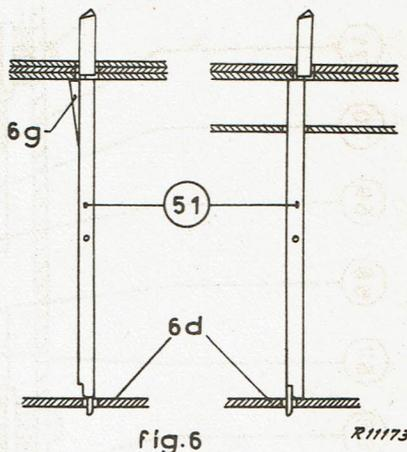

fig. 6
CHANGEMENT ET PALPATION DES DISQUES (fig. 6, 8 et 20)
Le disque inférieur doit être amené sur le plateau. Au moment où le disque descend, il rencontre une palpe qui se trouve normalement (réglé par le mécanisme, dans sa position de 25 cm. Cela veut dire qu'un disque de 25 cm dépasse la palpe sans la toucher, tandis qu'un disque de 30 cm la repousse en arrière, et ceci détermine l'endroit où le bras du phonocapteur viendra toucher le disque. Le disque de commande en continuant sa route, pousse d'abord vers le bas le verrouillage (1c) de la palpe (3c), grâce à un rebord saillant (1a) du disque. La palpe est ainsi déverrouillée et peut se déplacer librement. Le bras de commande (2d) se déplace alors grâce à la roue (27) qui suit la rainure excentrique du segment (9c) placé sous le disque de commande (fig. 20). La plaque de changement (6d) qui entoure l'ergot (4d) du bras de commande (2d) à l'aide du verrou (5d), est entraînée, et la manoeuvre de changement commence. La plaque de changement amène d'abord la palpe (3c) dans la position convenable. Le ressort (28) fixé sur la plaque porte-palier (10c) de la tige (6c) glisse dans la rainure de celle-ci et pousse la palpe dans la position verticale. (Ceci dans le cas où l'on passe des disques de 25 cm). Dans la plaque de changement (6d) se trouve par ailleurs une encoche (9d) où passe le bec articulé de la broche centrale. Quand la plaque de changement a atteint sa position extrême, l'épaulément (6g) du bec sur lequel reposent les disques se trouve complètement retirés (fig. 6). Le disque inférieur, n'ayant plus de support, descend alors sur le plateau. Si c'est un disque de 30 cm. qui des-
ARRET APRES AVOIR JOUE LE DERNIER DISQUE (Fig. 6, 12, 19 et 20)
Quand le dernier disque est tombé, le presse-disques (94) avec sa plaque de centrage à ressort, vient se poser sur l'épaulement (6g) de la broche centrale (51) (voir fig.6). Après le passage du dernier disque se produit la manoeuvre normale de changement, mais le presse-disques (94) continue à descendre, et le poussoir (5c) fixé à la partie inférieure de la tige de transmission (23), fait monter le verrou (9b-4c). L'équerre de commande (1b) du bras du phonocapteur se trouve arrêtée par le bec (9b) de ce verrou. Le disque de commande continue son chemin, et écarte la roulette (7b), ainsi que la plaquette articulée, de l'équerre de commande (1b) sans entraîner celle-ci. La roulette de relèvement (17) du bras du phonocapteur se trouve alors sur la partie la plus basse de la piste, et le bras du phonocapteur descend sur son support (2a). Le levier fixé à ce support, et où se trouve mandrinée une bille (5f), tire les ressorts plats (3) vers le bas, ainsi que le levier de l'interrupteur, ce qui débranche le moteur.
CHANGEMENT (voir fig. 6 et 20)